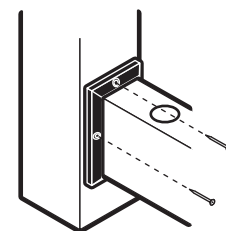

Figure 2
4 Installez la traverse inférieure selon la hauteur désirée conformément aux exigences du code du bâtiment. (On recommande d'installer la traverse inférieure 1 po au-dessus de la surface de la terrasse.) Vérifiez le niveau, puis fixez la traverse aux poteaux, avec trois (3) vis engagées dans les trous préforés de la cornière (fig. 2).